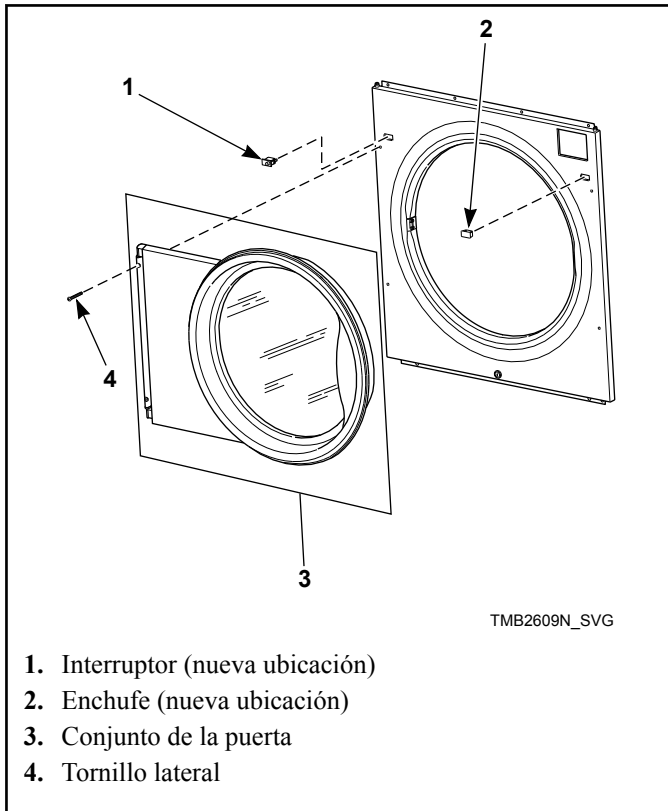

Figura 11
9. Ponga el panel frontal en la máquina y atornille los cuatro tornillos inferiores sin apretarlos. Conecte el arnés del interruptor de la puerta al interruptor en la nueva ubicación. Instale el conjunto de la puerta y los cuatro tornillos laterales del panel frontal. Consulte la *Figura 11*.